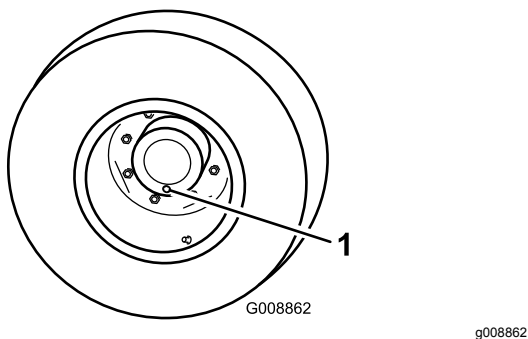

図 67
1. 平らな場所で、点検・ドレンプラグが一番低い位置時計の 6 時の位置に来るように停止させる 図 67。